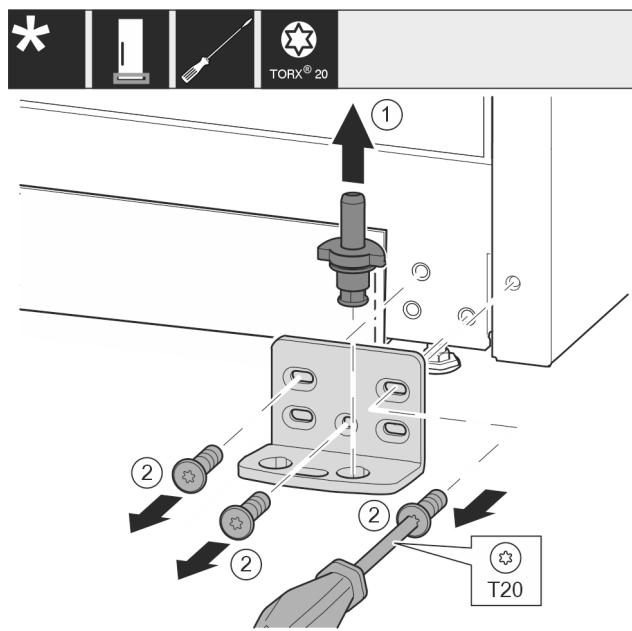

Fig. 17
- Estrarre completamente verso l'alto i perni di supporto Fig. 17 (1).
- Svitare le viti Fig. 17 (2) con un cacciavite e rimuovere il blocco di supporto.